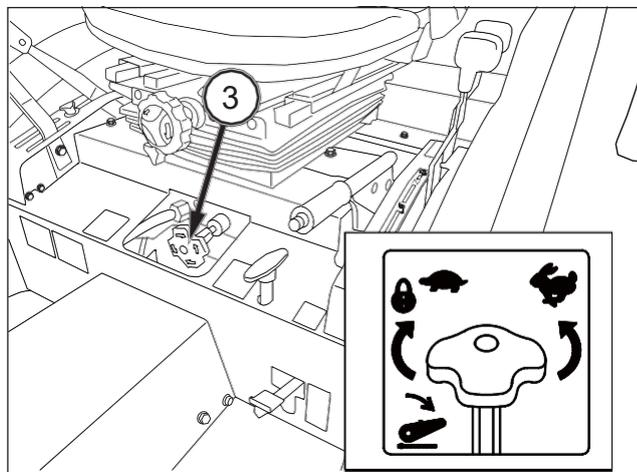

FIG. 61
FIG. 61: La manija (3) que controla la velocidad de bajada controla el nivel de descarga de aceite hidráulico y, por tanto, la velocidad de bajada del enganche y del equipo. Gire la rueda en sentido horario para reducir la velocidad de bajada (el tiempo de bajada aumenta) y en sentido antihorario para aumentarla (el tiempo de bajada disminuye). Al girar la rueda al máximo en sentido horario, el equipo está bloqueado en posición actual.